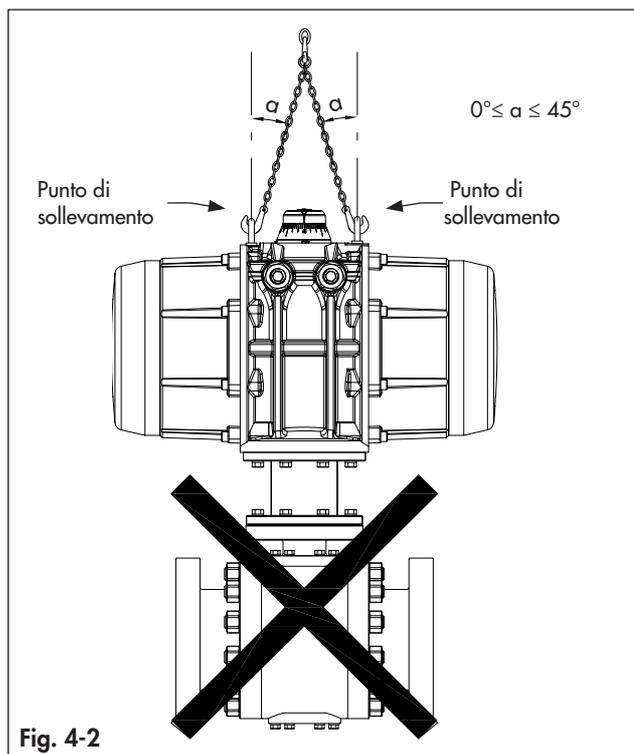

Fig. 4-2
- A richiesta sono disponibili due fori filettati per il sollevamento dell'attuatore tramite golfari o componenti simili, come mostrato in Fig. 4-2. Non sollevare l'attuatore e il gruppo valvola da questi punti di sollevamento.